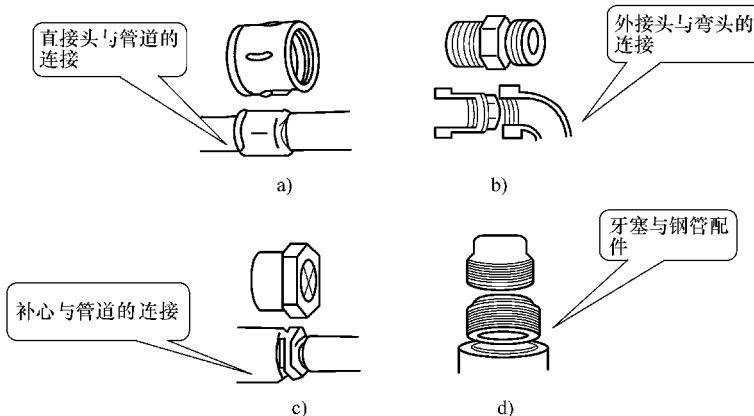

图5-3 各种配件与管道的连接
3) 连接。连接时要在内、外螺纹上加上一定的填充料。以前的做法是先缠绕一层油麻丝，再涂上薄薄一层厚白漆，然后旋上连接件，目的是防漏、防锈。现在大多采用白色的生料带，用这种材料缠绕在管子的外螺钉上，作为密封填料，性能较好，而且安装简单、清洁。各种配件与管道的连接，分别如图5-3所示。